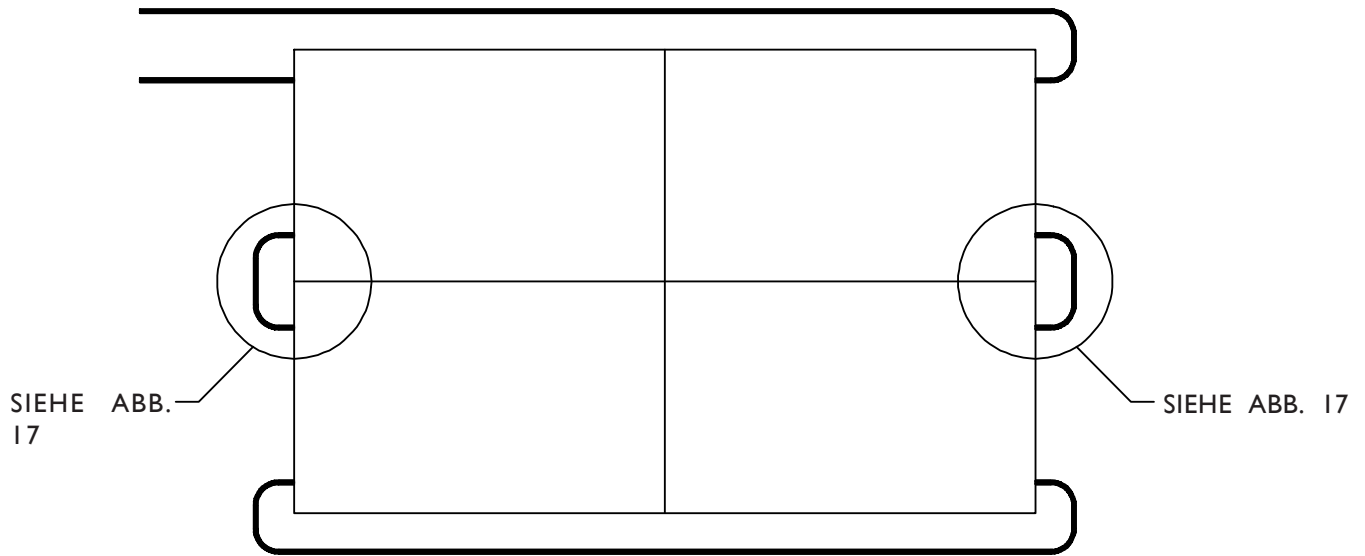
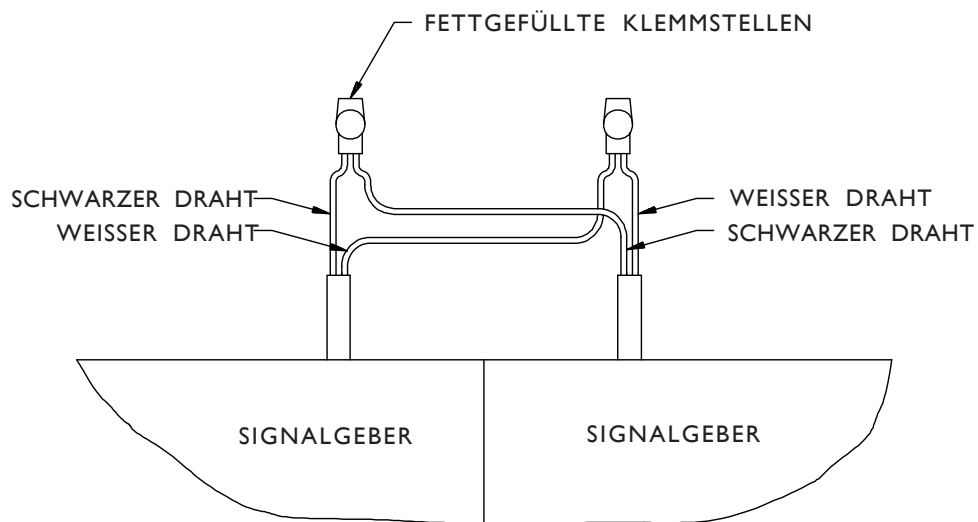

Abbildung 16 - Serielle Verbindung der Signalgeber
Abbildung 17 - Verkabelung von zwei Signalgebern
Schritt 5: Beim Einsatz von mehreren Matten werden diese in Reihe geschaltet. Siehe Abbildung 16 und Abbildung 17. Spezielle, fettgefüllte Anschlussklemmen können von Tapeswitch bezogen werden. Schneiden Sie, falls nötig, das Kabel in die richtige Länge. Das Kabel sollte immer etwas länger gewählt werden.